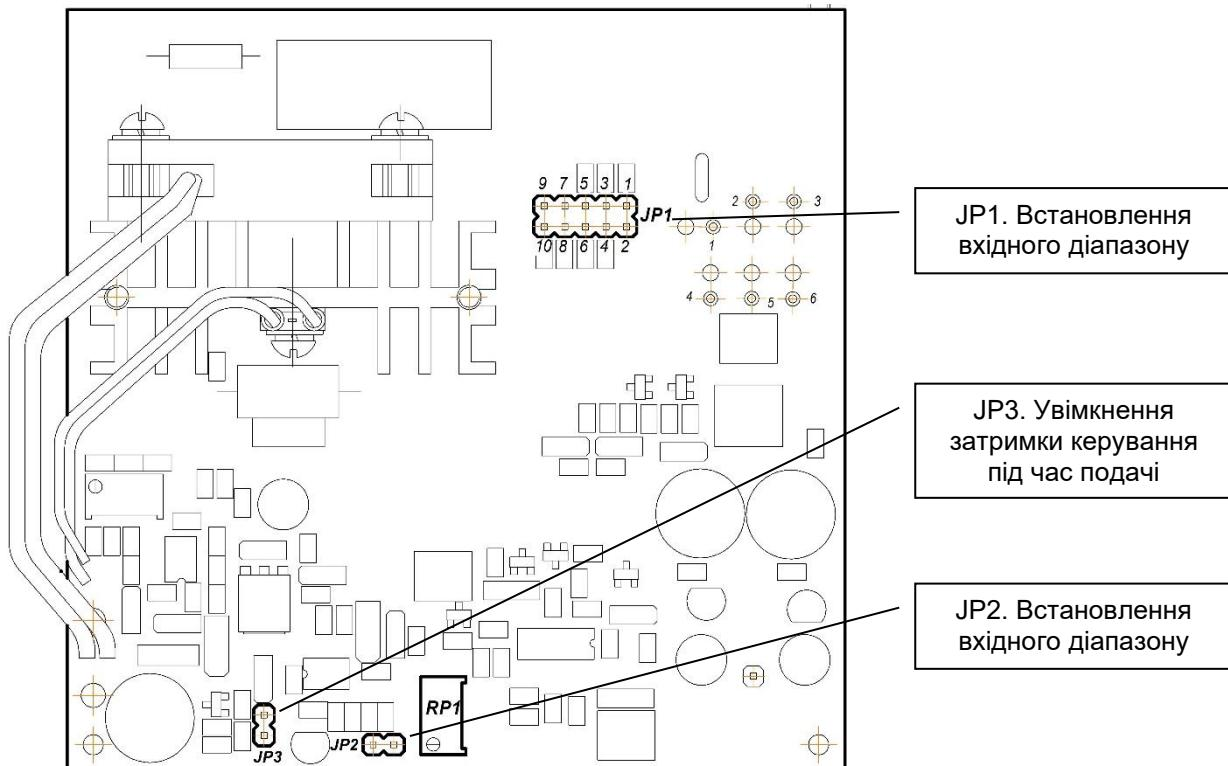

Рисунок 5.2 – Положення перемичок на платі блоку БУС-21
5.2.2 Для переналагодження блоку на інші типи вхідного сигналу використовуйте рисунок 5.2 та таблиці 5.2.1 та 5.2.2.